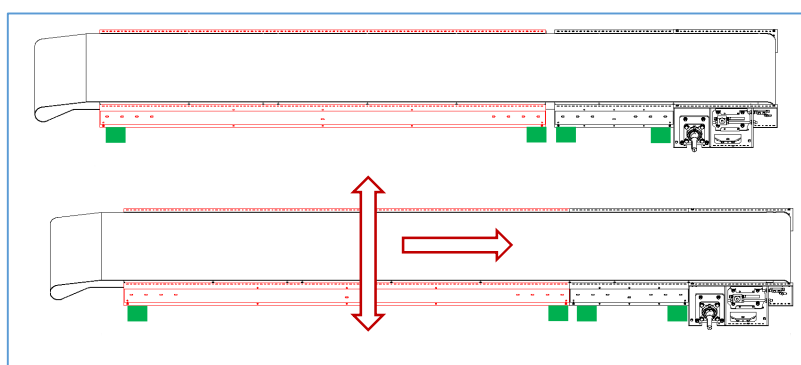

Figura 31 – Inserimento dei successivi moduli intermedi
5. In caso di più di un modulo intermedio (vedi Figura 31) procedere per i seguenti moduli con la stessa procedura indicata nel punto precedente 4.